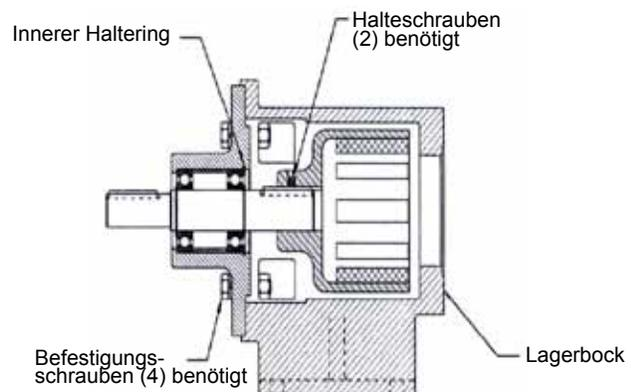

ABBILDUNG 18
5. Sie sollten in der Lage sein, vom Ende des Lagerbocks aus den äußeren Magneten visuell zu inspizieren. Wenn ein Ausbau notwendig ist, beginnen Sie mit dem Entfernen der (4) Befestigungsschrauben (siehe **Abbildung 18**) und trennen Sie den Lagerbock von dem Motor oder dem Lagerträger. Lösen Sie die Halteschraube an der Motorwelle (oder Lagerträgerwelle) und ziehen Sie die äußere Magneteinheit ab. Wenn die Einheit mit einem Lagerträger ausgestattet ist, bedürfen die Lager keiner Wartung, da diese gekapselt sind. Wenn notwendig, können diese nach Entfernen des einzelnen inneren Halterings und durch nachfolgendes Ausdrücken der Welle und der Lager aus dem Gehäuse ausgebaut werden. Entfernen Sie die äußeren Halteringe von der Welle, um die Lager auszubauen.